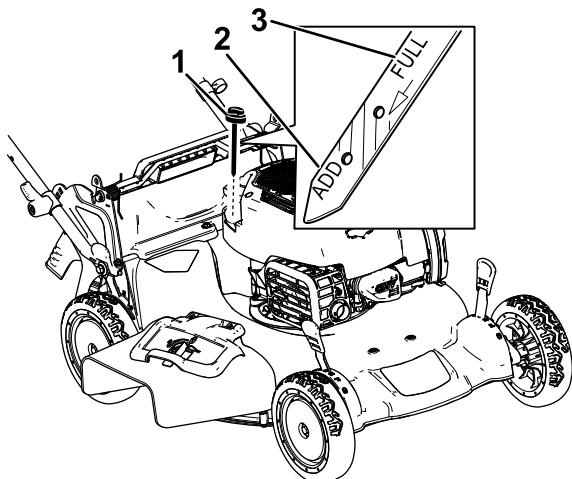

Bild 12
2. Entfernen Sie den Peilstab, indem Sie den Deckel nach links drehen und herausziehen (Bild 12).
5. Lesen Sie den Ölstand am Peilstab ab. (Bild 12)
- Wenn der Ölstand am Peilstab zu niedrig ist (Bild 12), füllen Sie langsam etwas waschaktives Öl (SAE 30 oder SAE 10W-30) in den Öleinfüllstutzen, warten Sie drei Minuten und wiederholen Sie dann die Schritte 3 bis 5, bis der Ölstand am Peilstab richtig ist.
- Wenn der Ölstand am Peilstab zu hoch ist (Bild 12), lassen Sie Öl ab, bis der Ölstand am Peilstab richtig ist, siehe Wechseln des Motoröls \(Seite 23\).